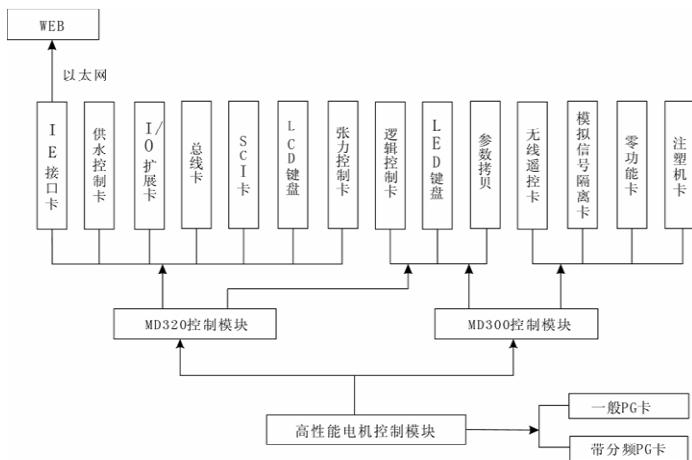

图2 MD系列变频器模块结构示意图
3) MD系列变频器的顶层模块是行业专用模块,这是给行业专用需求提供的解决平台,客户可以使用现有的解决方案,也可以根据自身要求,进行二次开发。这些顶层子模块如图2所示。